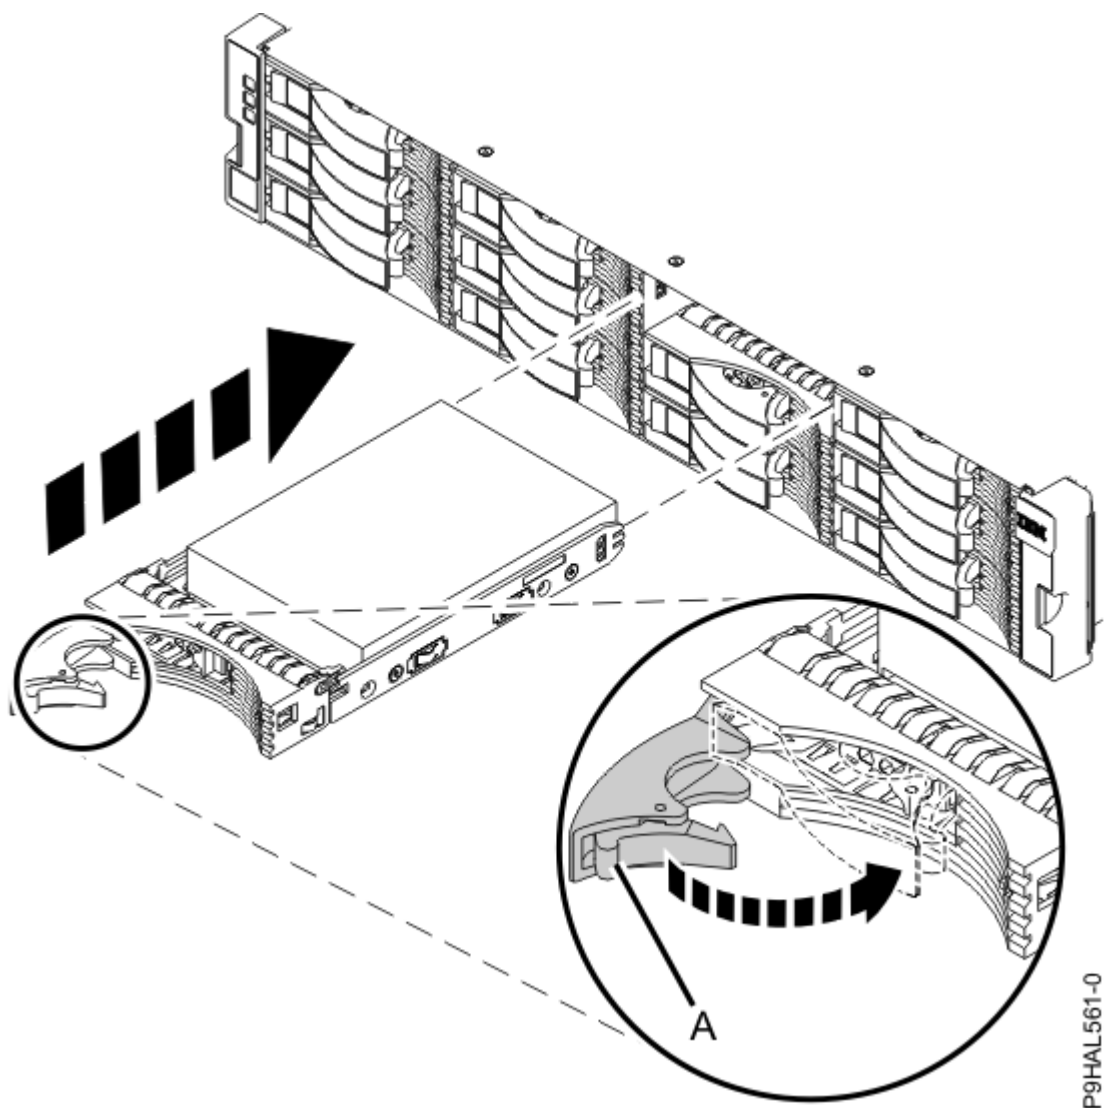
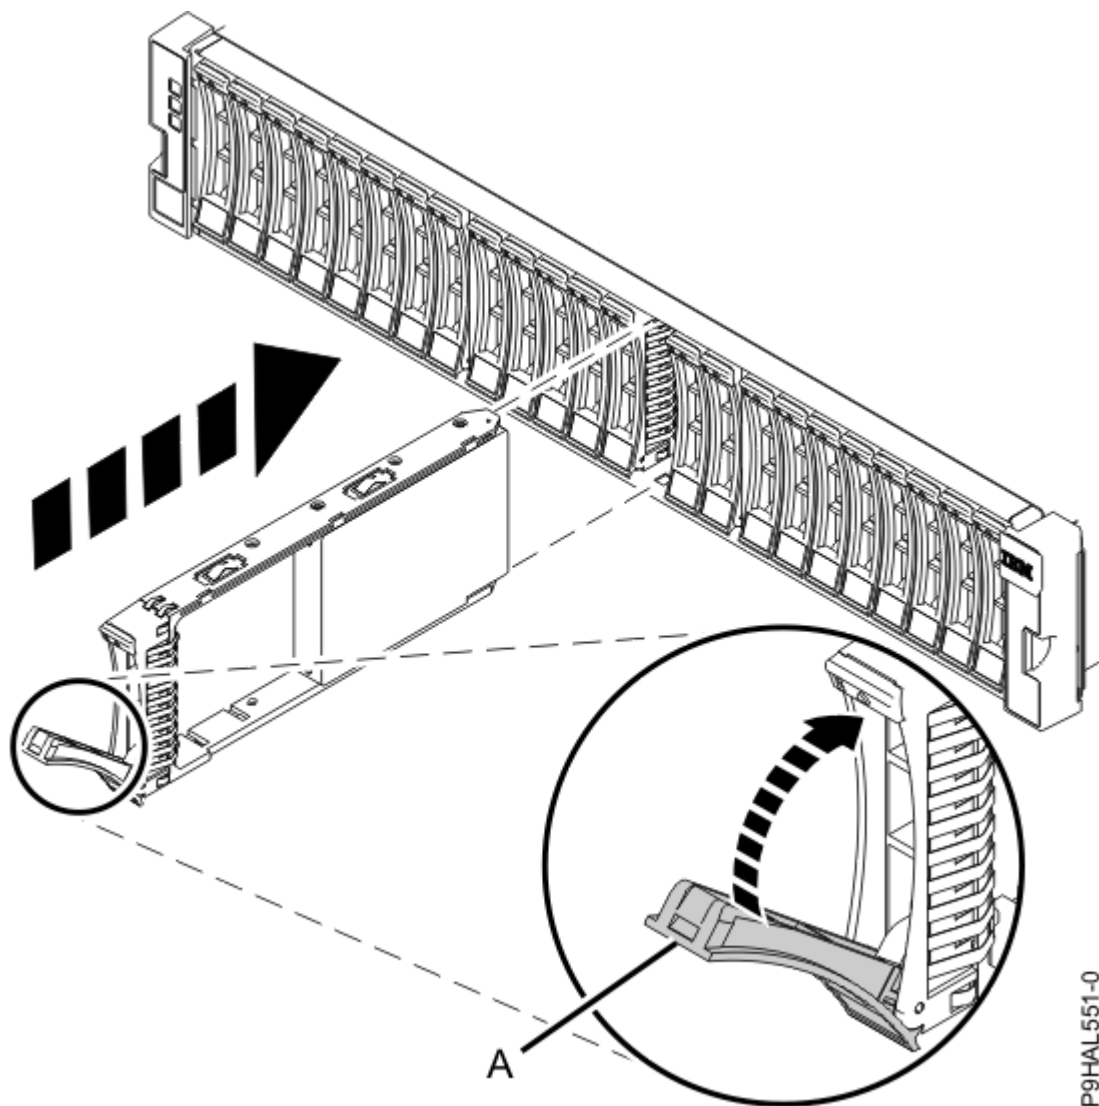

Figure 10. Installation d'une unité dans l'armoire de stockage ESLL
Figure 11. Installation d'une unité dans l'armoire de stockage ESLS
3. Avec la poignée en position déverrouillée, soutenez la base de l'unité tandis que vous alignez les glissières sur le boîtier. Voir Figure 10, à la page 12 ou Figure 11, à la page 13.